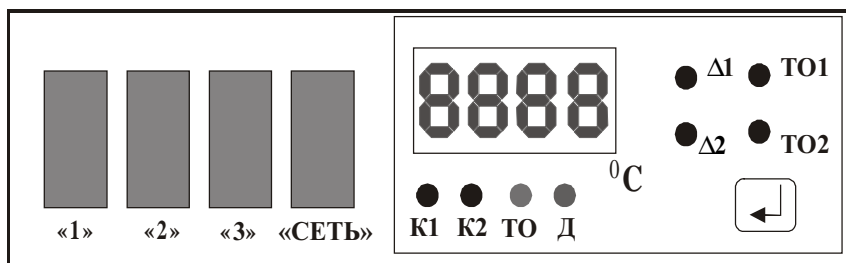

Рис. 2. Пульт управления ТПЦ-550Р
5. Включить тумблер «сеть» (рис. 2) на панели блока управления. При этом должен загореться индикатор внутри тумблера и индикатор терморегулятора, и заработать электродвигатель 8 циркуляционного вентилятора.
7. При включении тумблера «Сеть» загорается цифровая шкала прибора терморегулятора «ТЕРМ-02А» (рис.2). Прибор отображает выбранный для просмотра (установки) параметр на 4-х разрядном светодиодном цифровом индикаторе, расположенном на лицевой панели прибора (рис. 2). Для контроля на цифровой индикатор по каждому из каналов (регулировка температуры в камере и температуры ножа) может быть вызван один из двух параметров: среднее значение диапазона регулирования температуры Т0 и полуинтервал диапазона регулирования «Д» (рис.2). После включения прибора на цифровом индикаторе будет отображаться текущая температура объекта регулирования по первому каналу. Выбор параметров для отображения производится кратковременным нажатием на кнопку
1. Выключить тумблеры «1» и «3» (рис. 2).
3. По остывании камеры до 40⁰ – 50⁰ С выключить тумблеры «2» и «сеть» (рис.2).